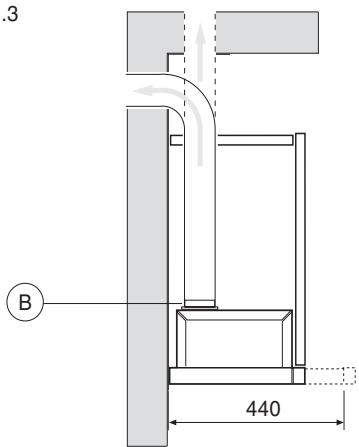
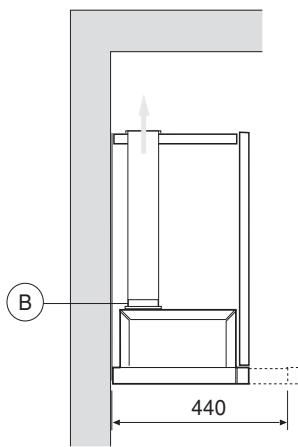

Fig.4
Fig.5
• La distanza minima fra la superficie di supporto dei recipienti di cottura sul dispositivo di cottura e la parte più bassa della cappa da cucina deve essere di almeno **65 cm**. Se dovesse essere usato un tubo di connessione composto di due o più parti, la parte superiore deve essere all'esterno di quella inferiore. Non collegare lo scarico della cappa ad un condotto in cui circoli aria calda o utilizzato per evacuare fumi degli apparecchi alimentati da un'energia diversa da quella elettrica. Prima di procedere alle operazioni di montaggio, per una più facile manovrabilità dell'apparecchio disinserire i filtro/i antigrasso (Fig.5).
rimuovere i pannelli **G** (Fig.5). L'aria viene rimessa nell'ambiente attraverso un tubo di connessione passante attraverso il mobile e collegato all'anello di raccordo **B** (Fig.4).